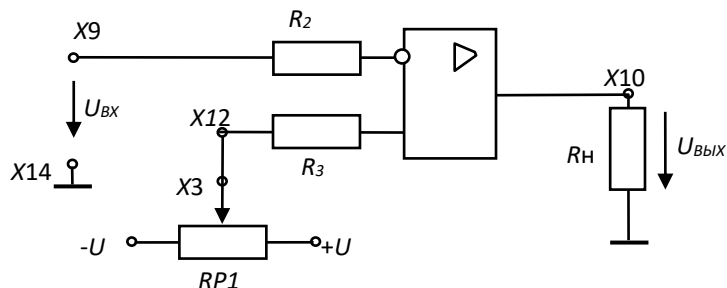

Рис. 1 Исследование компаратора на операционном усилителе
3.1.1. Собрать схему компаратора согласно рис. 1. К инвертирующему входу (гнездо X9) подключить функциональный генератор, используя у него выход «СИНУС» или «ТРЕУГОЛЬНИК». Гнездо X12 подключить к гнезду X3 для возможности формирования различных опорных напряжений в диапазоне $-8\text{В} \dots 0 \dots +8\text{В}$. Вольтметр PV1 подключить к гнезду X12 в режиме измерения постоянного напряжения для контроля опорного напряжения. Сопротивления резисторов: $R_2=20\text{кОм}$, $R_3=10\text{кОм}$, $R_H=2\text{кОм}$